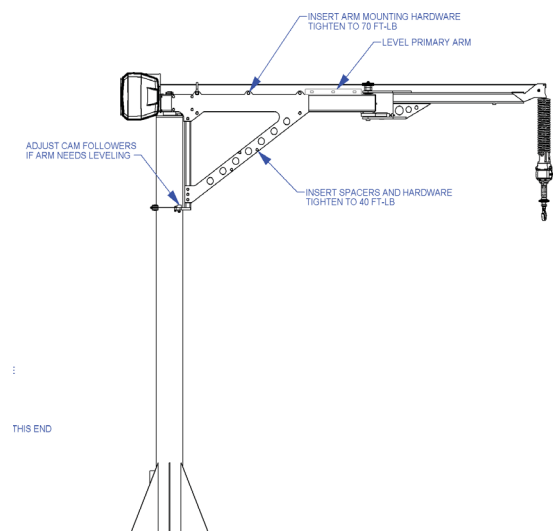

Fig. 4B. Regolazione per la messa a livello del gruppo braccio.
4.1.2 Mettere a livello il braccio principale (**Fig. 4B**). Posizionare il braccio verso l'alto o il basso secondo le esigenze, utilizzando i rulli di punteria eccentrici. Per sollevare il braccio, ruotare i rulli per aumentare lo spazio tra la piastra dei rulli di punteria e il montante.